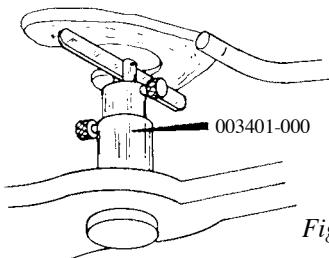

Figure 15
15. L'empreinte dentaire doit être soutenue adéquatement avant le placement du moulage maxillaire et le montage en pierre ou en plâtre sur l'Articulateur. Le support de moulage HANAU™ article n° 003401-000 est proposé comme accessoire de support de la fourchette dentaire afin de maintenir sa position lors de l'ajout de poids dû au moulage et au mélange de plâtre. Voir figure 15.